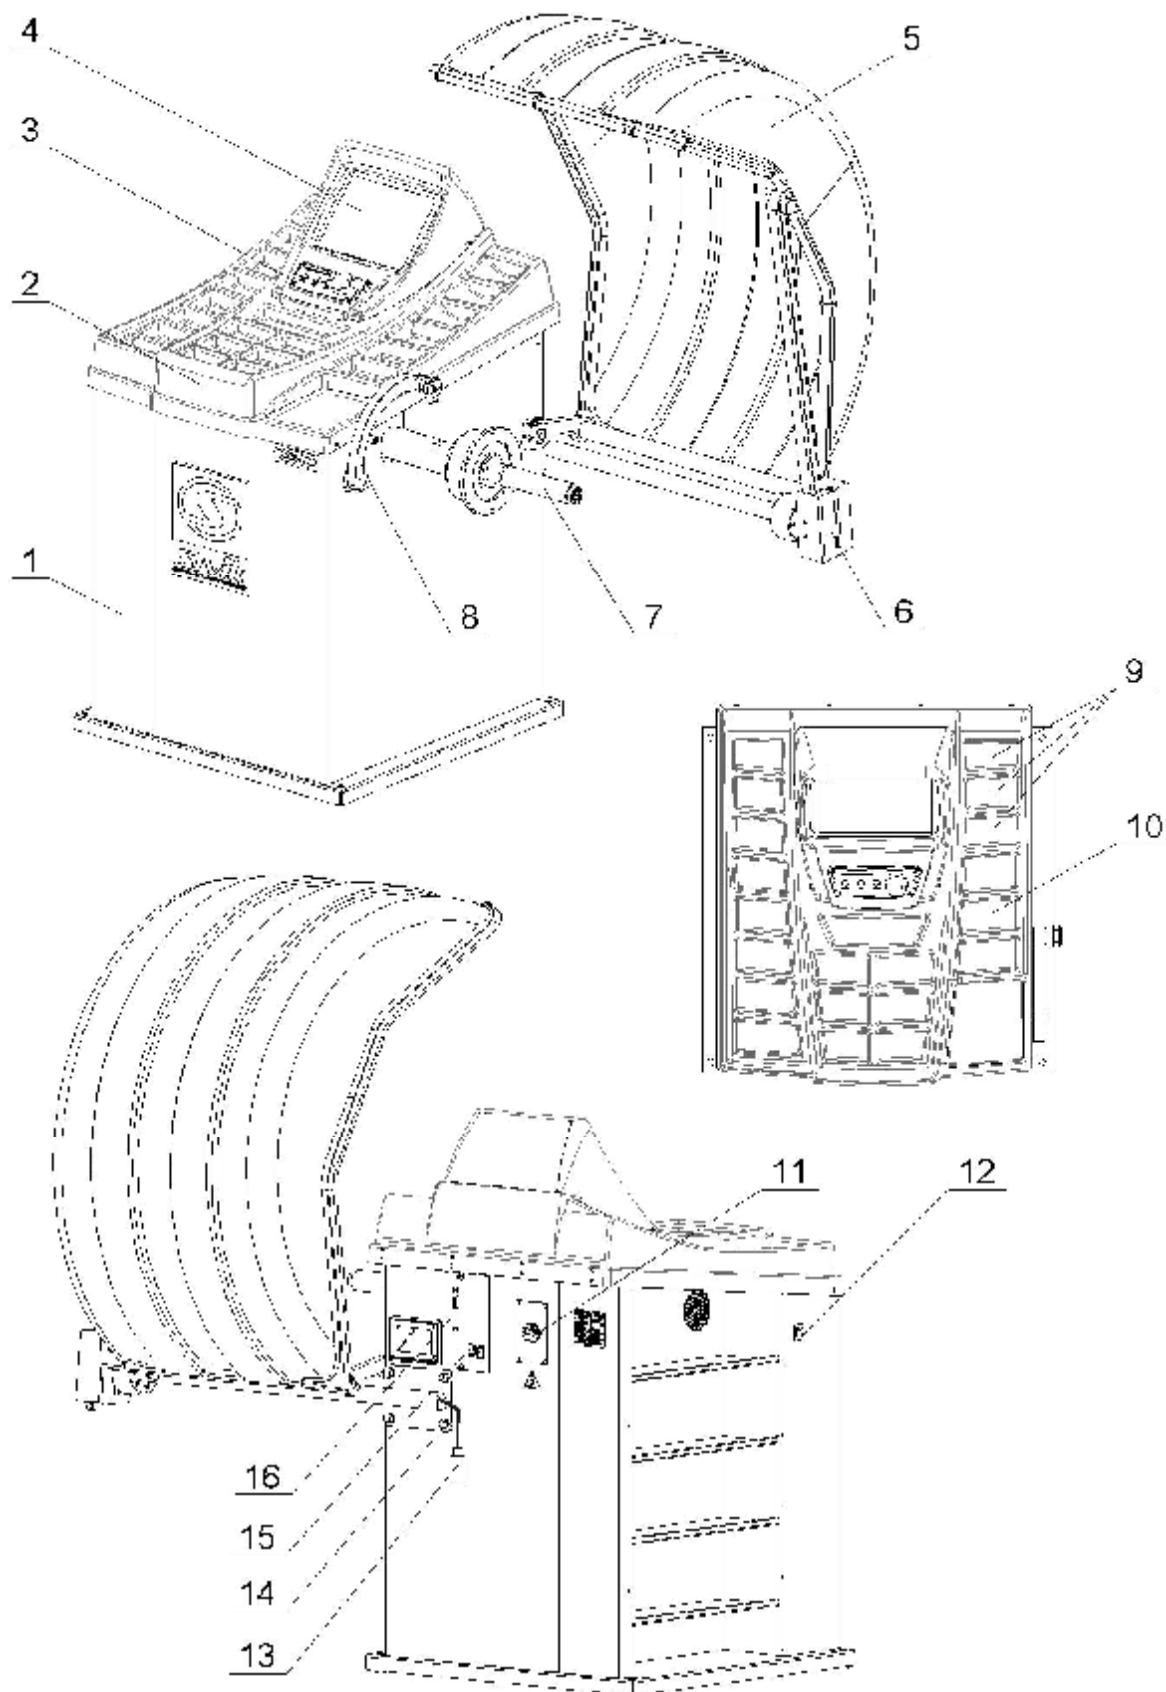

Рисунок 4.1
4.2.5 Закрепить вторую линейку 6 на корпусе с помощью 4 болтов с шайбами 14 и подключить вилку линейки 13 к гнезду 14 (рисунок 4.1).
4.2.7 Подключить сетевой шнур к гнезду станка, расположенному на задней панели корпуса станка (рисунок 4.1), и к питающей сети, оборудованной розеткой с контактом заземления.